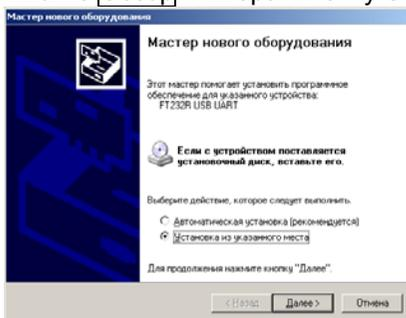
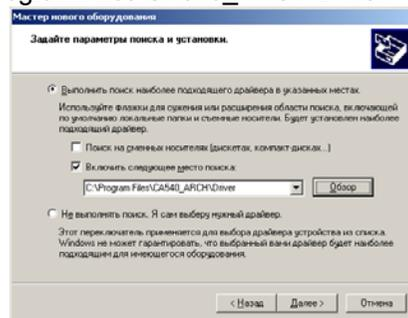

Рисунок 8.20
Рисунок 8.21
2) После включения ПК на экране появится сообщение , а затем окно программы установки нового оборудования (рисунок 8.20).
3) Установить драйвер БУ, для чего в окне (рисунок 8.20) щелкнуть в поле "Установка из указанного места", а затем по кнопке . На экране появится окно (рисунок 8.21). Щелкнуть по кнопке  и выбрать папку C:\Program Files\CA540_ARCH\Driver.